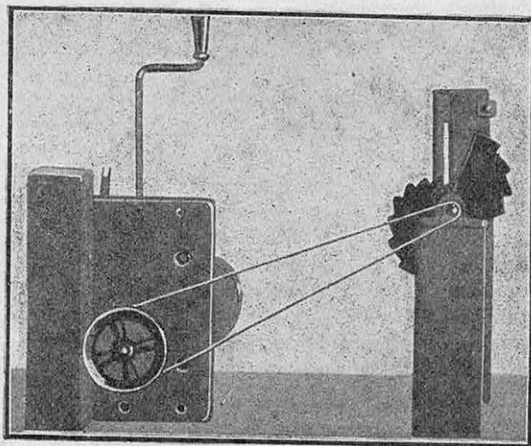

FIG. 4. — APPAREIL A ÉTALONNER LE NOIRCISSEMENT DES FILMS
(1) Il peut aussi bien s'appliquer, avec des modifications évidentes, à des films photographiques destinés à des travaux avec la lumière visible.
châssis (1). Le disque, avec son mécanisme d'entraînement, et le châssis chargé (fig. 4) étant assez loin de l'ampoule, on l'irradie quelques secondes avec un faisceau homogène et parallèle. Après développement, on obtient une échelle